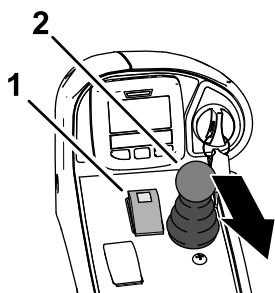

Рисунок 46
- Переведите выключатель BOM в положение ВЫКЛ (Рисунок 46).